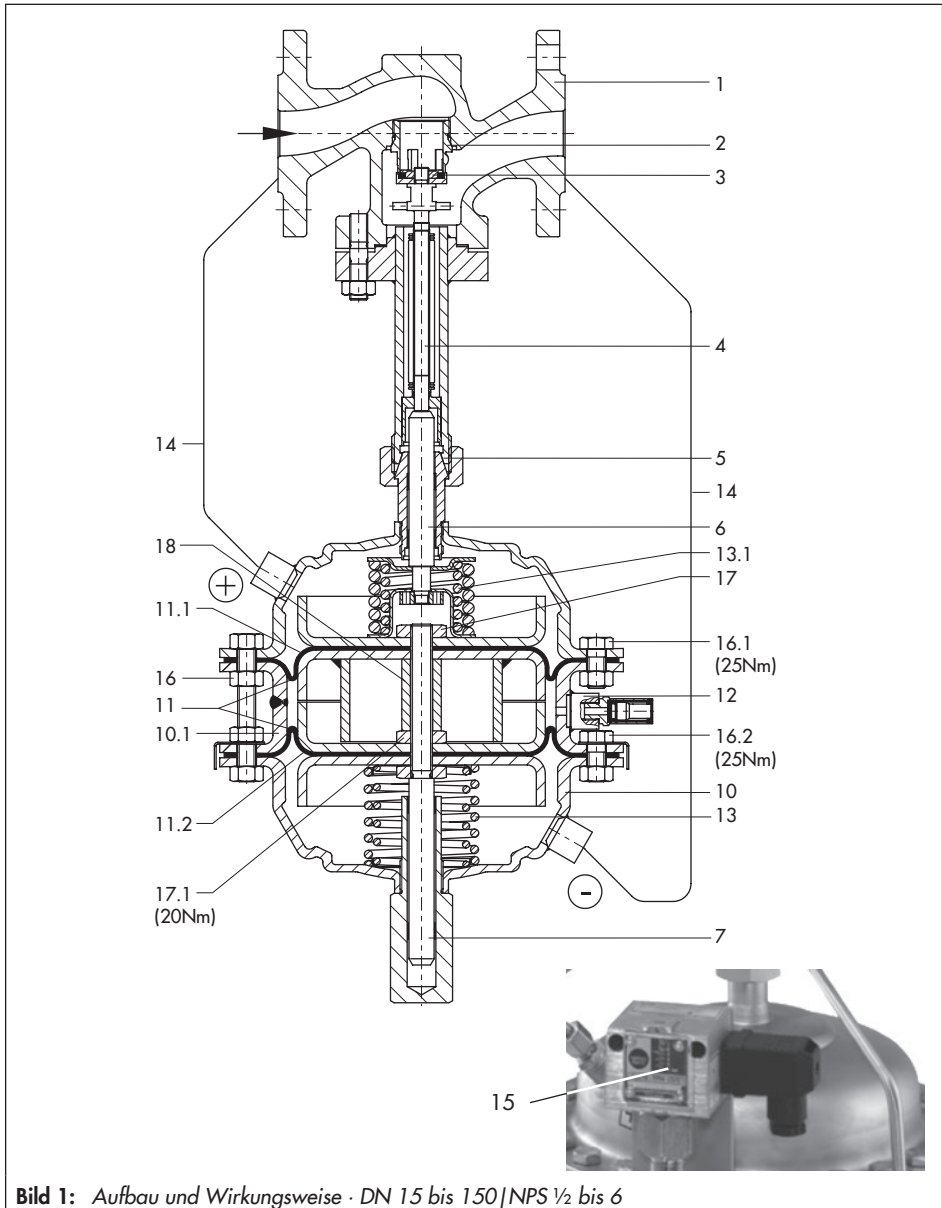

Bild 1: Aufbau und Wirkungsweise · DN 15 bis 150 | NPS ½ bis 6
Vgl. auch Bild 1, Seite 7.
- DN 15 bis 150 | NPS ½ bis 6: **Antrieb** zeigt nach **unten** (vgl. Bild 1 und Bild 4).